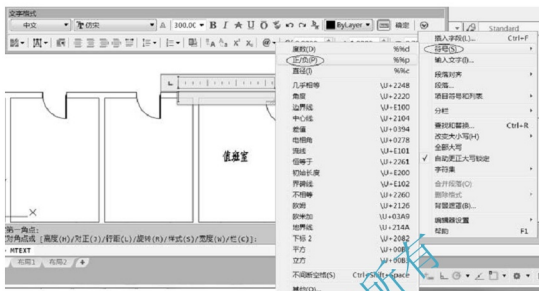

图 3.12 利用快捷菜单输入单行文字
① 在指定第一角点: 提示下, 在宿舍平面图内单击一点, 将其作为文字框的左上角点。
② 在指定对角点或 [高度(H)/对正(J)/行距(L)/旋转(R)/样式(S)/宽度(W)]: 提示下, 光标向右下角拖出矩形框后单击。
③ 在【文字格式】对话框中将当前字体样式设为【Standard】，字高设为“300”。
④ 在文字输入窗口内右击，在弹出的快捷菜单中执行【符号】|【正/负】命令，如图 3.12 所示，接着输入“0.000”。
⑤ 单击【确定】按钮关闭对话框，这样就输入了“±0.000”。